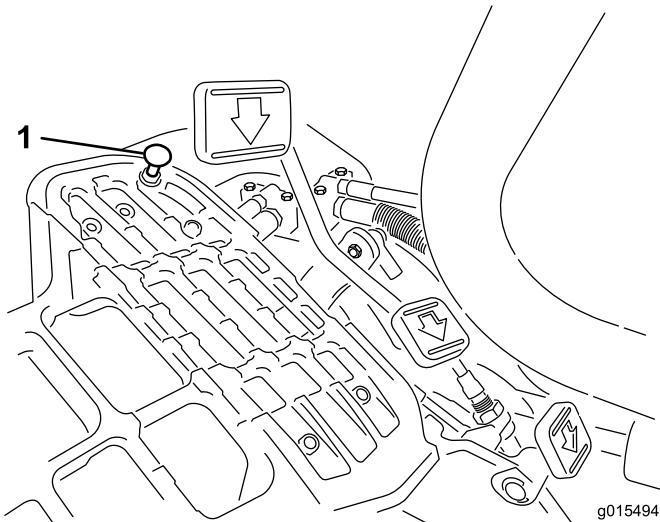

Figura 48
Premete il comando della trazione. Se il pedale tocca il fermo (Figura 48) prima che avvertiate la tensione sul cavo:
- Allentate i dadi di bloccaggio flangiati che assicurano il fermo del pedale al pianale (Figura 48).